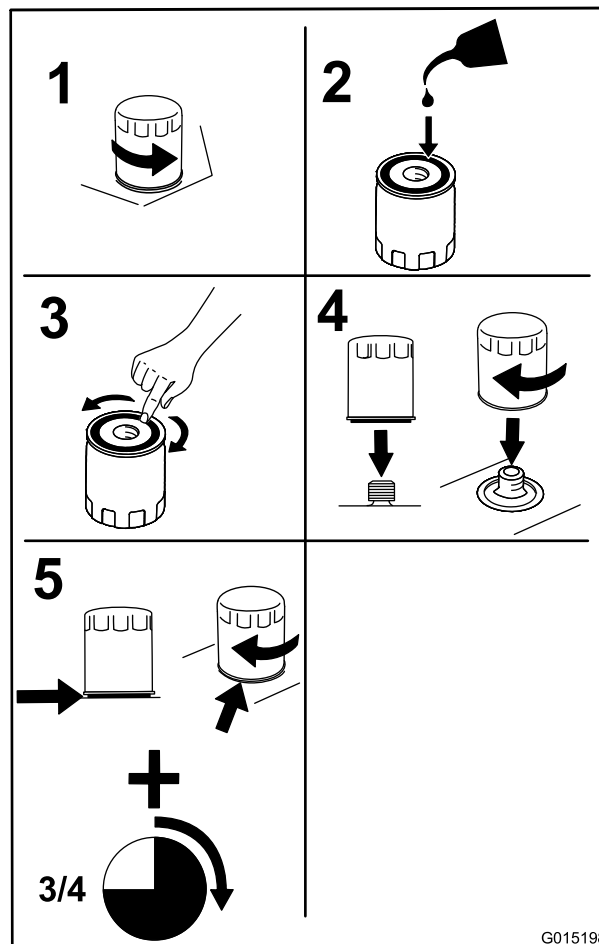

Bild 35
3. Wechseln Sie den Motorölfilter, wie in **Bild 35** dargestellt.